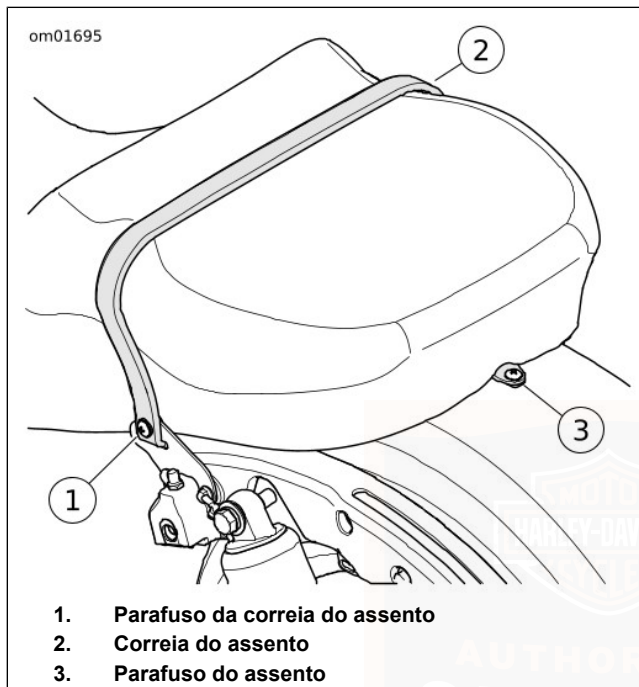

Figura 93. Assento (típico)
3. Ver Figura 93. Remover o parafuso para soltar a correia do assento do suporte.
2. Ver Figura 93. Fixar o suporte do assento ao guarda-lamas traseiro com o parafuso. Apertar o parafuso com um binário de 5,4–8,1 N·m (48–72 ft-lbs).
5. Ver Figura 93. Inserir a correia na ranhura do suporte da correia do assento.